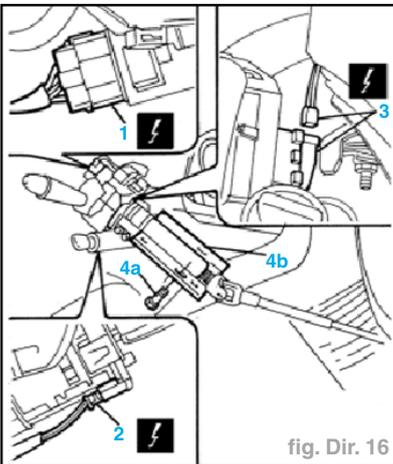

fig. Dir. 16
- Débrancher les connexions électriques (1 - 2 - 3) (fig. Dir. 16).
- Dévisser les écrous (4a) de fixation de l'étrier de support (4b) (fig. Dir. 16).